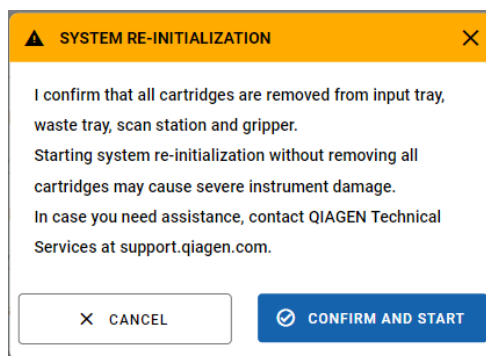

Abbildung 86. Bildschirm zur Bestätigung der manuellen Rückgewinnung.
7. Stellen Sie sicher, dass alle Kartuschen mit Ausnahme derjenigen, die in den Analysemodulen analysiert werden, aus dem System entfernt werden (Abbildung 86).